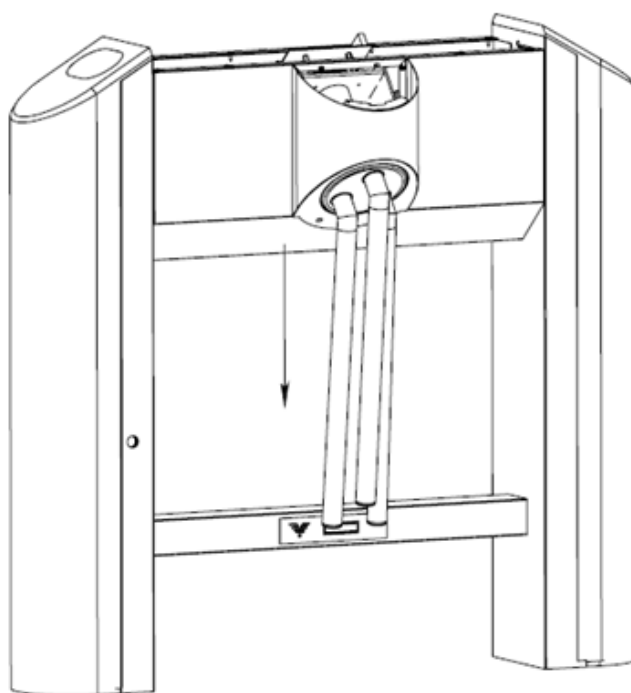

Рис. 7
- отверните 2 винта М5ГОСТ 17475-80 (0);
- отверните винт М6 ГОСТ11738-84 (0);
- снимите нижнюю панель движением вертикально вниз, показанном на (рис. 7).